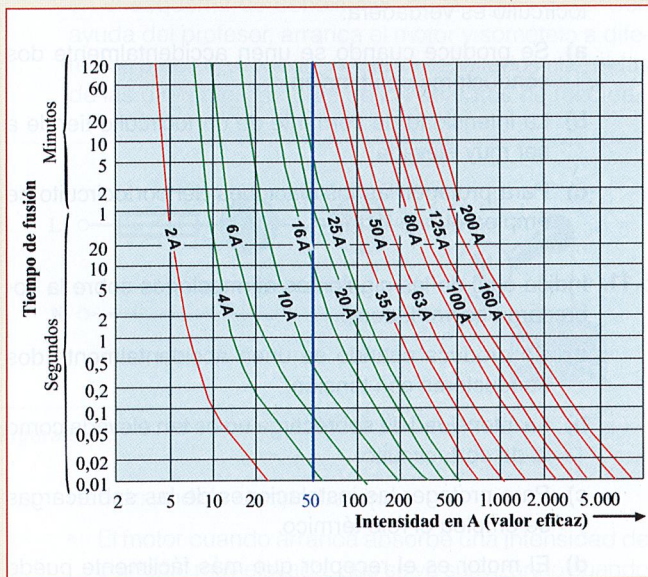

Figura 5.33.
5.15. En la Figura 5.33 se muestran las curvas de fusión de una gama de cartuchos fusibles comerciales. Determina cuál será el tiempo de fusión de los siguientes fusibles para una corriente de 50 A: